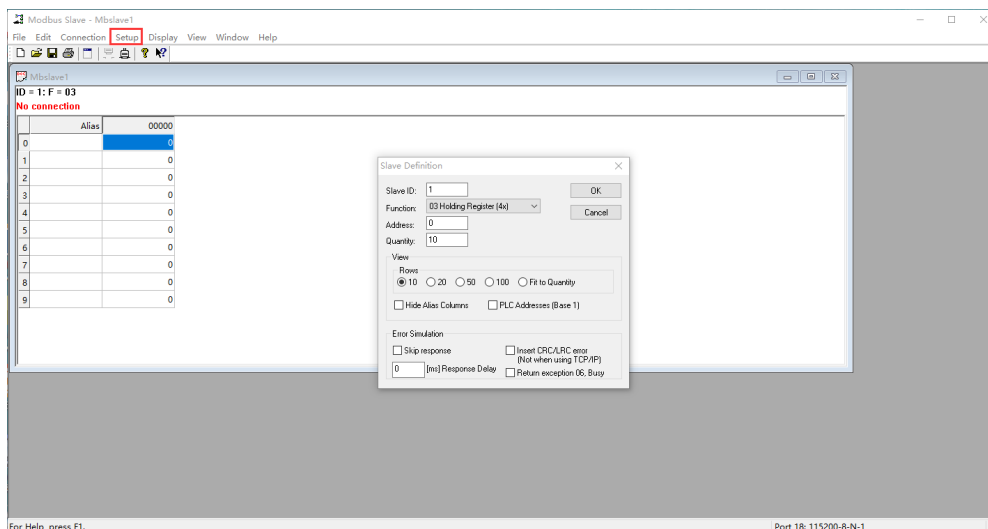

图 13-10 从机软件 MODBUS 协议设置
(4) 打开“Modbus Slave”工具，MODBUS 协议设置与“Modbus Poll”相同，选择功能码 3，如图 13-10 所示。